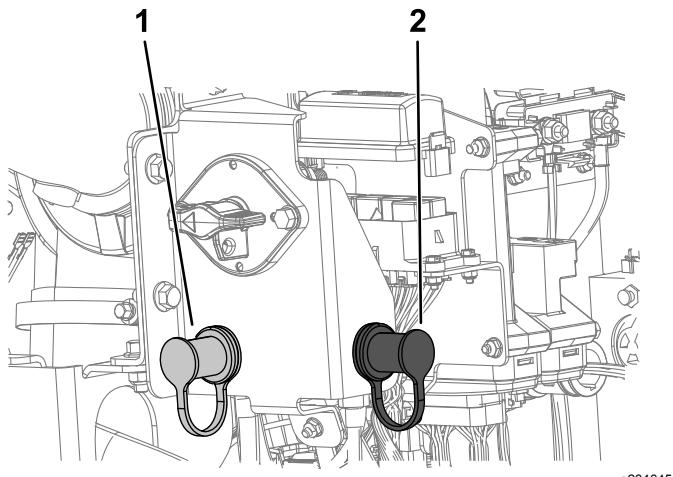

Figure 98
6. Retirez le capuchon de la borne positive de la batterie déchargée (Figure 98)
7. Branchez le câble de démarrage positif (+) à la borne positive (Figure 98).
8. Branchez le câble de démarrage négatif (-) à un point de masse, tel un boulon non peint ou un élément du châssis (Figure 98).
10. Lorsque le moteur démarre, demandez à l'autre personne de débrancher le câble de démarrage négatif (-) du châssis, puis de débrancher le câble de démarrage positif (+) (Figure 98).